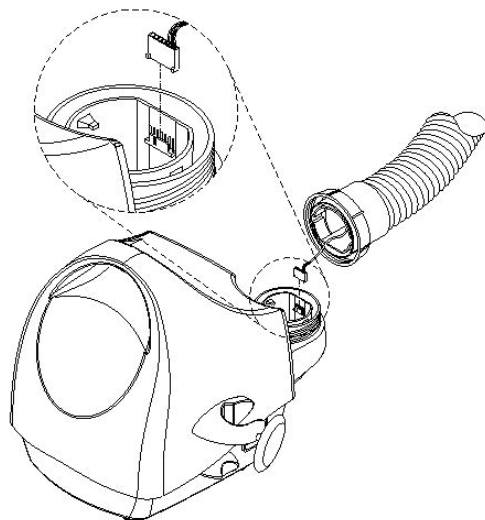

Figure 3. Remplacement du tube
5. Avec la pince à bec effilé, retirer délicatement le connecteur de câble du bouchon collecteur, situé à l'intérieur du connecteur du tube. Voir la figure 3.